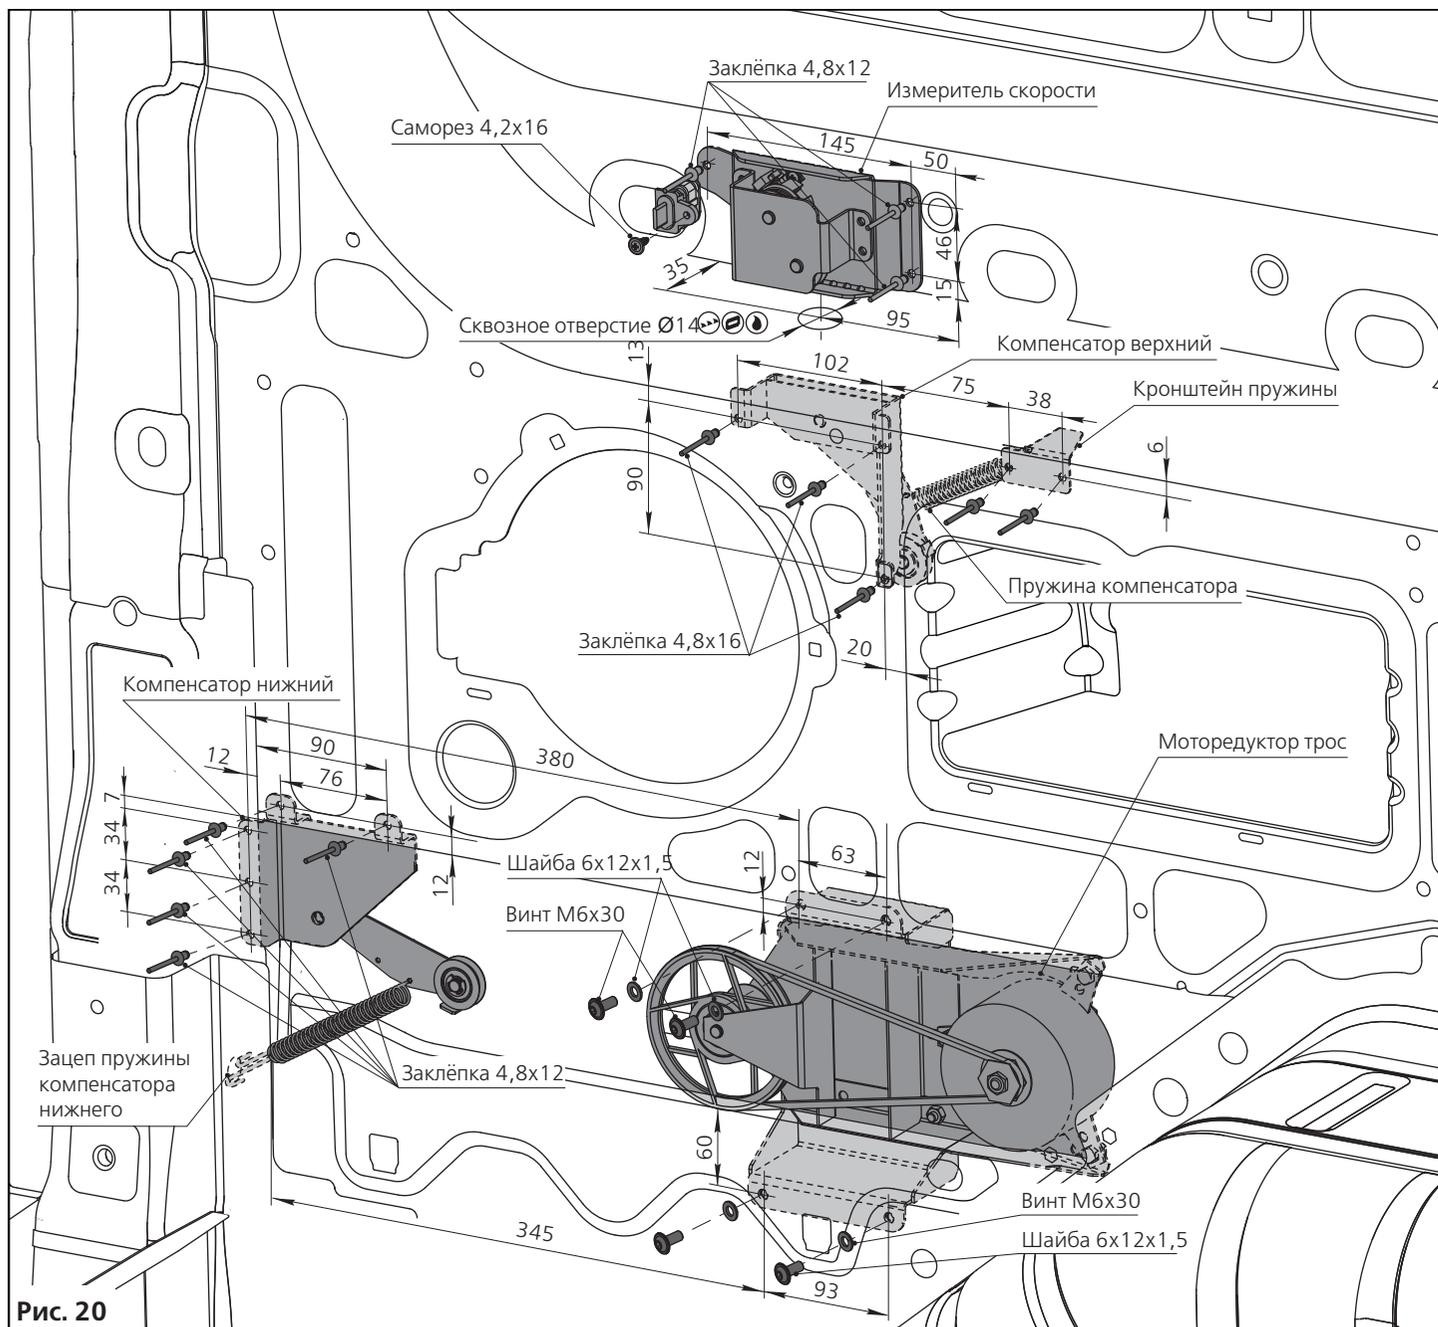

Рис. 20
Основные узлы размещаются в нише правой боковины микроавтобуса (рис. 20 стр. 16).
1. Выполните сквозное отверстие для протяжки троса через два металла усилителя кузова Ø14 мм по разметке (рис. 20).
2. Выполните крепёжные отверстия Ø5 мм и Ø6,5 мм, используя размеры как показано на рис. 20.
3. Закрепите элементы привода в соответствии с рис. 20.
4. Установите пружины компенсаторов троса тягового (рис. 20).
5. Закрепите колодку измерителя скорости саморезом 4,2x16 (рис. 20).